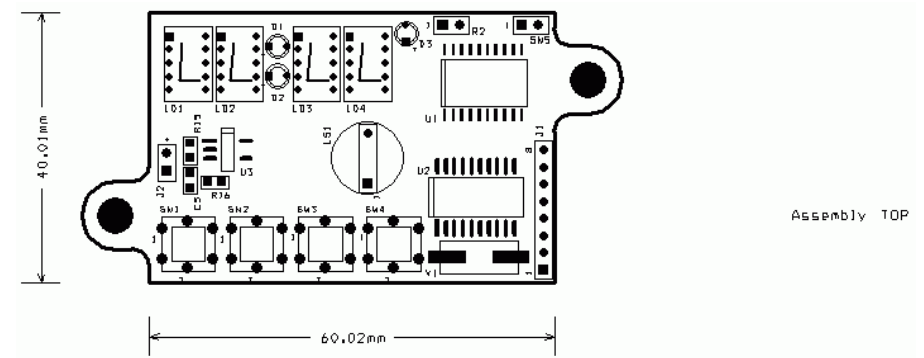

рис. 7-36
**AST (рис. 7-36), Assembly TOP**. Верхний монтажный слой. В слое продублирована Board Outline, даны изображения компонентов с указанием полярности, проставлены размеры.